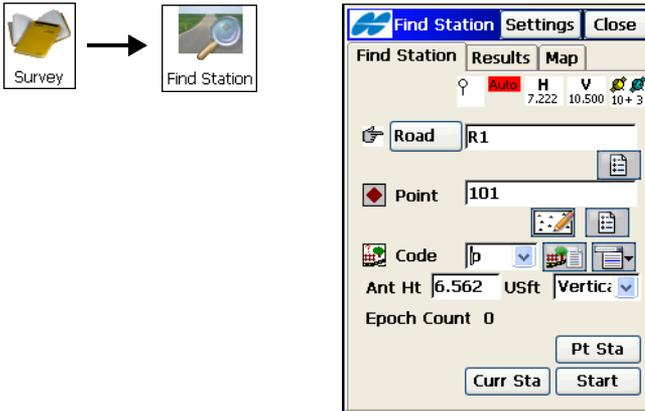

Abbildung 8-30. Station suchen
1. Wählen Sie zu Beginn **Aufnahme ▶ Station suchen** (Abbildung 8-30 auf Seite 8-30).
2. Geben Sie Trasse, Namen und Code des Punktes sowie Antennenhöhe und Messtyp ein (Abbildung 8-30 auf Seite 8-30).
3. Um die Ergebnisse für einen vorhandenen Punkt zu berechnen, tippen Sie auf **Berechn** (Abbildung 8-30 auf Seite 8-30).
4. Um die Ergebnisse für die aktuelle Position zu berechnen, ohne eine Beobachtung zu tätigen, tippen Sie auf **Aktl Stn** (Abbildung 8-30).
5. Um eine Beobachtung für die aktuelle Position zu tätigen, die Koordinaten als Punkt zu speichern und das Ergebnis für diesen Punkt zu speichern, tippen Sie auf **Start** (Abbildung 8-30).